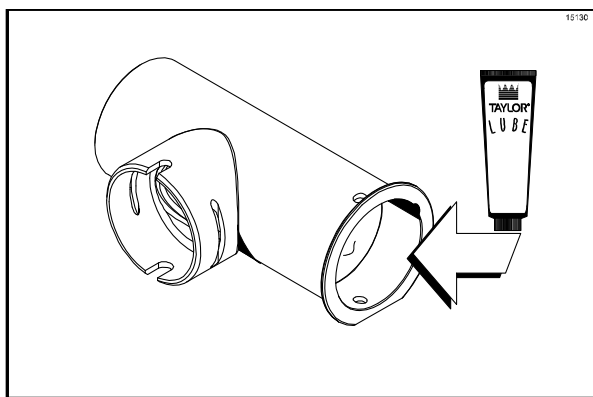

Рисунок 144
3. Нанесите тонкий слой смазки на внутреннюю часть цилиндра насоса, на том конце, где находится отверстие удерживающего шплинта. (См. рис. 144)